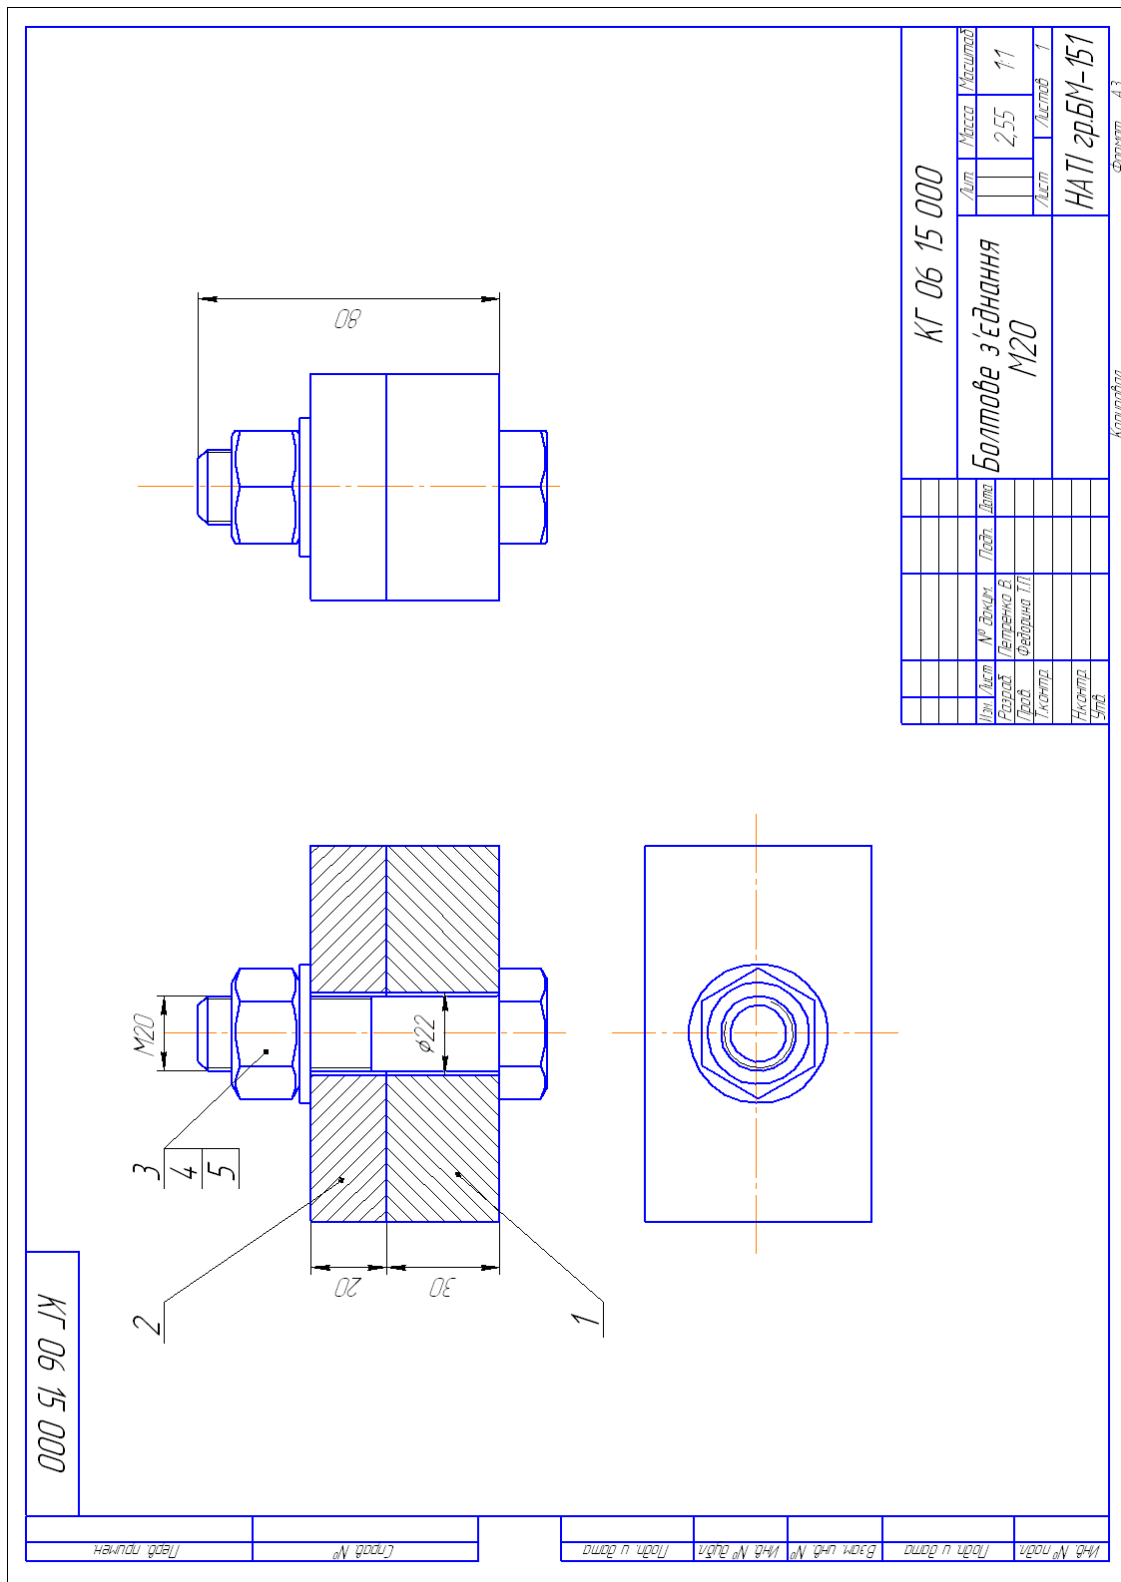

Рис. 3.6.25: Зразок виконання збірки вузла «Болтове з'єднання»
7. Перевірити зображення, поставити розміри, заповнити основний напис та зберегти кресленик (рис. 3.6.25).